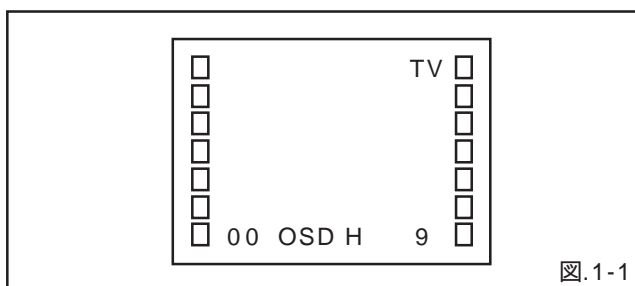

図.1-1
2. セット本体の音量ダウンキーとリモコン送信器のチャンネルキーの(9)を同時に2秒以上押しと図.1-1の様 調整画面が表示されます。
3. テレビモードにて図.1-1の調整画面を出し、リモコン送信器のチャンネルキーを(03)と押し"VIF VCO"を選びます。